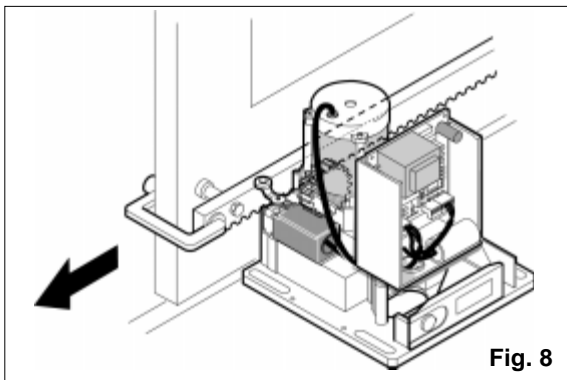

Fig. 8
- 4) Appoggiare sul pignone il primo elemento di cremagliera in corrispondenza del primo distanziale (fig. 8).
- 5) Fissare l'elemento di cremagliera all'anta con un morsetto (fig. 8).